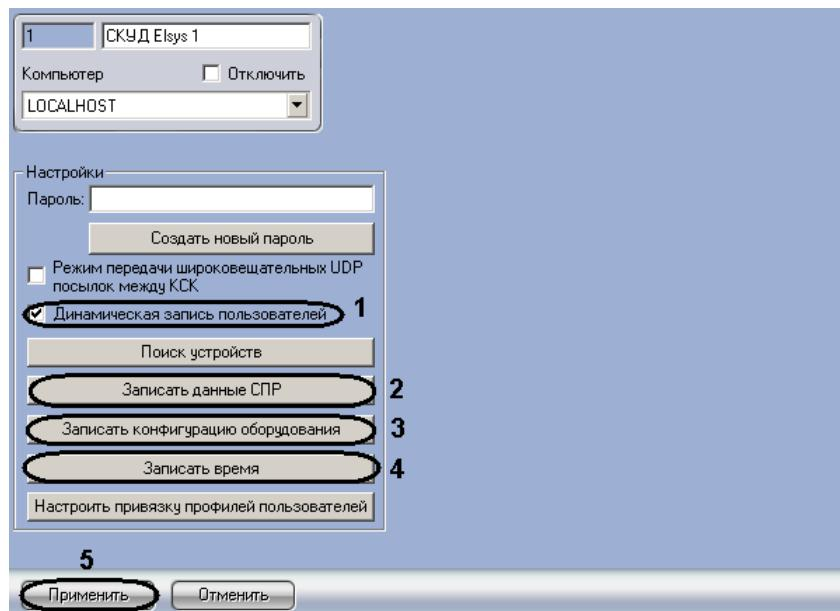

Рис. 3.6-1 Запись данных в устройства СКУД Elsys
1. Перейти на панель настроек объекта **СКУД Elsys** (Рис. 3.6-1).
2. Установить флажок **Динамическая запись пользователей** для автоматической отправки изменений пользователей и временных зон в устройства СКУД *Elsys* (см. Рис. 3.6-1, 1).
3. Нажать кнопку **Записать данные СПР** для записи пользователей и временных зонах в устройства СКУД *Elsys* (см. Рис. 3.6-1, 2).
4. Нажать кнопку **Записать конфигурацию оборудования** для записи в устройства СКУД *Elsys* конфигурации оборудования СКУД *Elsys* в ПК ACFA *Intellect* (см. Рис. 3.6-1, 3).
5. Нажать кнопку **Записать время** для записи в устройства СКУД *Elsys* времени Сервера (см. Рис. 3.6-1, 4).
6. Для сохранения изменений необходимо нажать кнопку **Применить** (см. Рис. 3.6-1, 5).